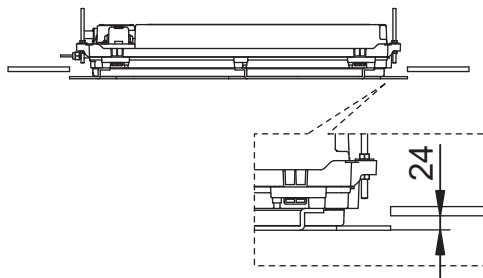

Figura 3.12
- Verifique se a diferença de nível entre a parte inferior do teto e o lado inferior do gabarito de instalação seja cerca de 24 mm (consulte a Figura 3.12). A altura de suspensão da unidade terminal não estará correta se este requisito não for cumprido.